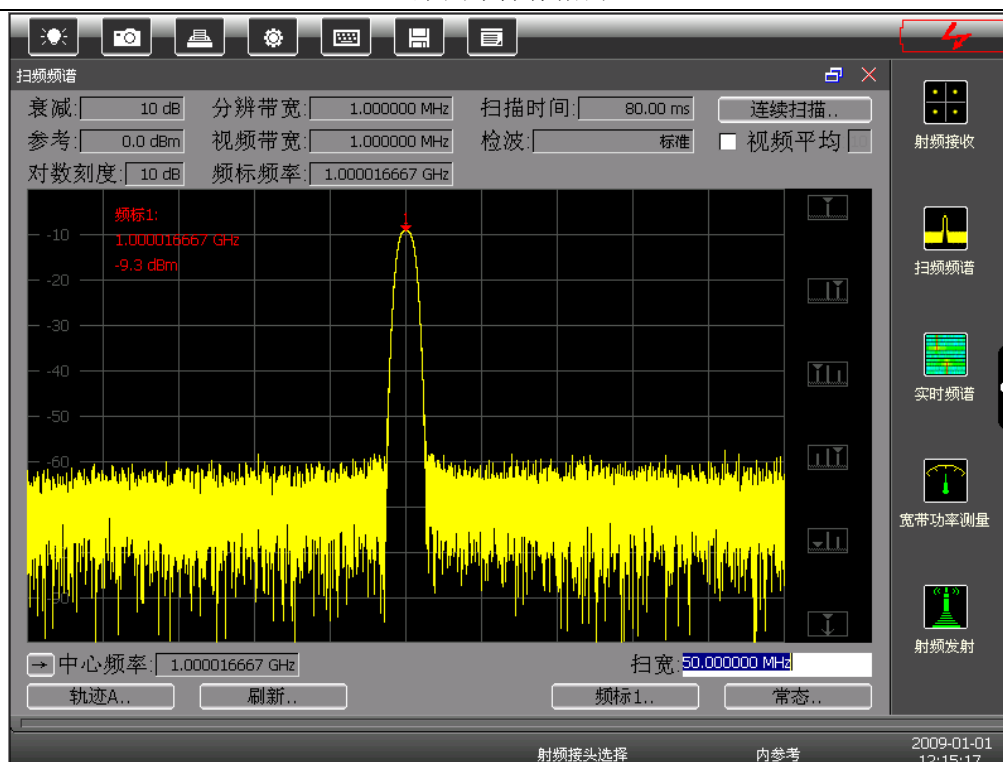

图 4-10 扫频频谱测量界面
- 5) 根据输入信号在屏幕下方对【中心频率】和【扫宽】进行设置，设置完成后即可观测到被测信号的频谱，如图 4-10 所示。
在扫频频谱模式下，使用频标可以方便地测量某特定频率点的功率大小。AV4945B/C 提供了使用频标测量的快捷选项，如图 4-11 所示，可以方便的测量峰值、次峰值、左峰值和右峰值等。同时，本仪器还支持多频标测量，在界面左侧功能菜单中可以在频标 1 至频标 4 之间进行选择，在图 4-10 所示的测量示例中，就使用了频标 1 进行了峰值测量。